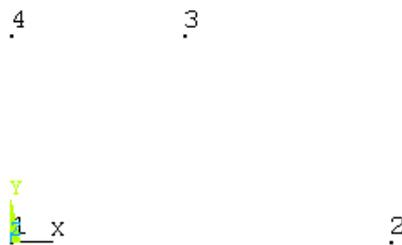

图11.28 定义关键点
(9) 单击 Main Menu>Preprocessor>Modeling>Create>Keypoints>In Active CS 菜单，按以下坐标定义四个关键点：(0, 0, 0)、(22, 0, 0)、(10, 12, 0) 和 (0, 12, 0)。结果如图 11.28 所示。